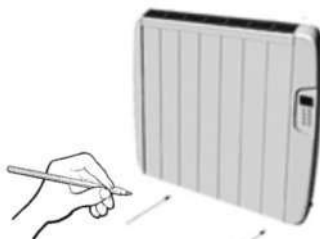

Figura 10
pared donde se fijarán los dos soportes (A) para asegurar el calentador a la pared (Figura 10).